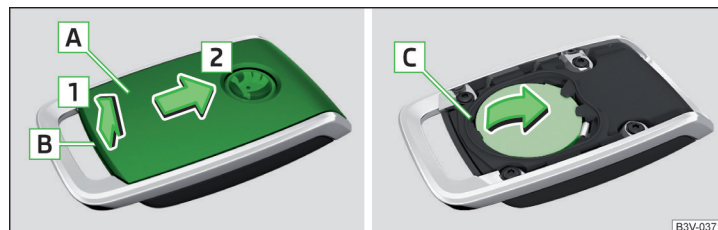

Fig. 327 Abrir la tapa / Extraer la pila
- Con un destornillador plano y delgado aflojar la tapa **A** en el área **B** » fig. 327.